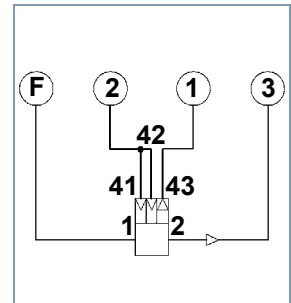

Fig. 2 Esquema de conexión del banco de pruebas
- Conectar el aparato en los empalmes del banco de prueba (véase fig. 2) o según el esquema de comprobación.